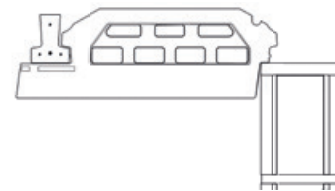

Figure 1
- Placer l'élément de rive longitudinale (Entrevous découpés, Entrevous moulés ou Ecorupteurs longitudinaux) en appui sur le mur d'une part et sur chaque about de la première poutrelle d'autre part. (Figure 1 et 2)